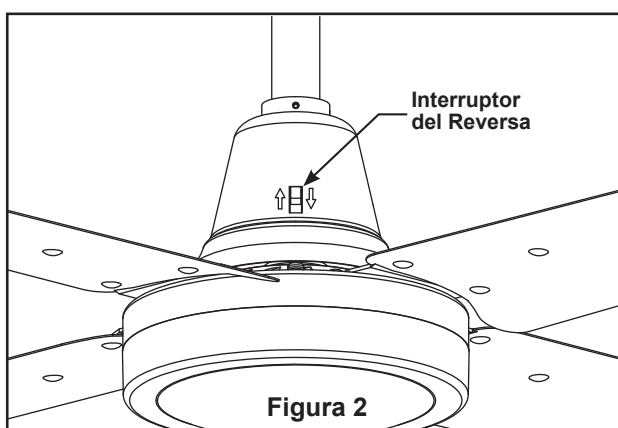

Figura 2
2. Si se desea que el flujo del aire vaya en la dirección opuesta, apague el ventilador y espere a que se detengan las palas. Deslice la carcasa de la cubierta para visualizar el interruptor del reverso. (Figura 2)